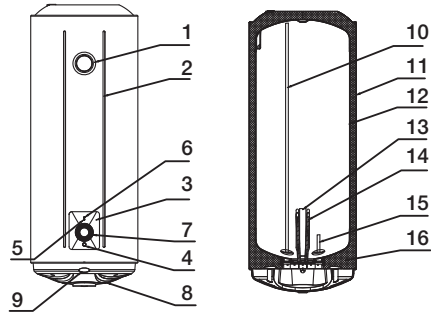

Рис. 1
1. Водонагреватели этой серии оснащены одним электрическим нагревательным элементом и могут работать в режиме полной или половинной мощности соответственно 1500 Вт или 750 Вт (водонагреватели емкостью 150 л в режиме мощности 2400 Вт или 1200 Вт). После подключения к источнику питания начнется нагрев в режиме 750 Вт (1200 Вт). Когда горит индикатор «Full power», значит включен режим полной мощности. Режим мощности регулируется нажатием кнопки «P» (рис. 1, п.4), одновременно будут гореть лампочка нагрева (рис. 1, п.5) и индикатор полной мощности (рис. 1, п.6).
ручки регулятора нагрева (рис. 1, п 7) установите требуемый уровень нагрева воды в диапазоне от min до max. Степень нагрева воды будет отображаться на шкале термометра (рис. 1, п 1). Режим «ECO» — экономичный режим, на шкале нагрева соответствует температуре 50–55 °С. Нагрев воды отключается автоматически и включается для подогрева автоматически.